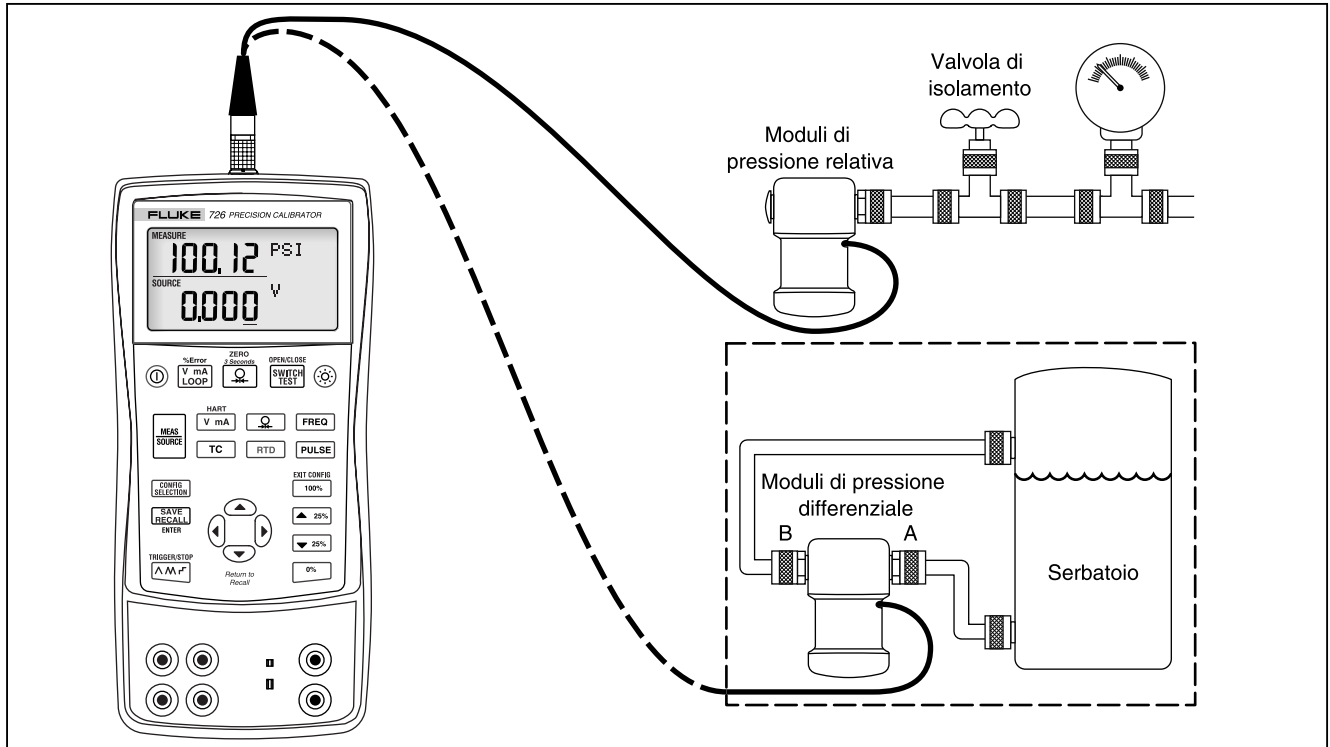

Figura 13. Connessioni per la misura della pressione
1. Collegare il modulo di pressione al calibratore, come indicato nella Figura 13. I filetti del modulo si accoppiano con raccordi idraulici standard da ¼ NPT. Se necessario, usare l'adattatore da ¼ NPT a ¼ ISO, in dotazione.